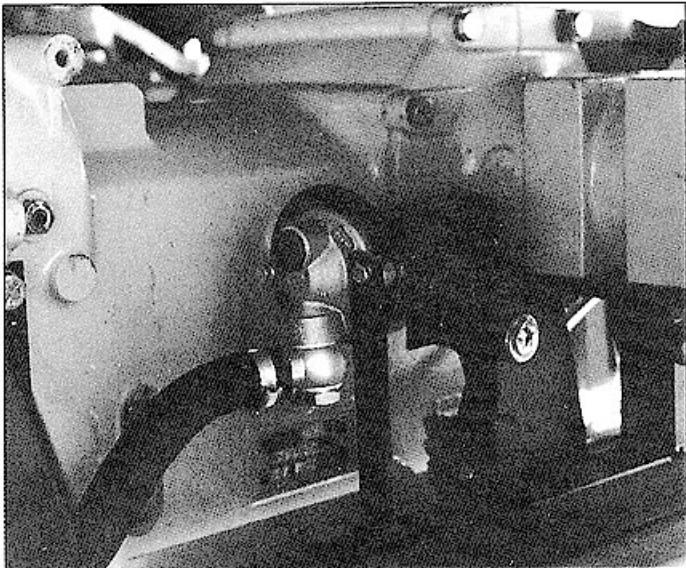
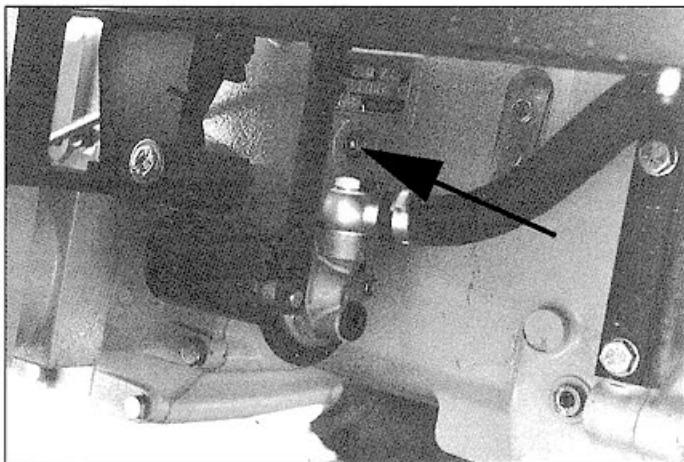

Fig. 7
Fig. 10
- Comprobar que el aceite del cambio está a ras del orificio situado en el lado izquierdo del cárter del cambio - Fig. 10.
El filtro del aceite hidráulico se encuentra debajo de la peana - Fig. 10. Sustituirlo una vez al año - Fig. 7.